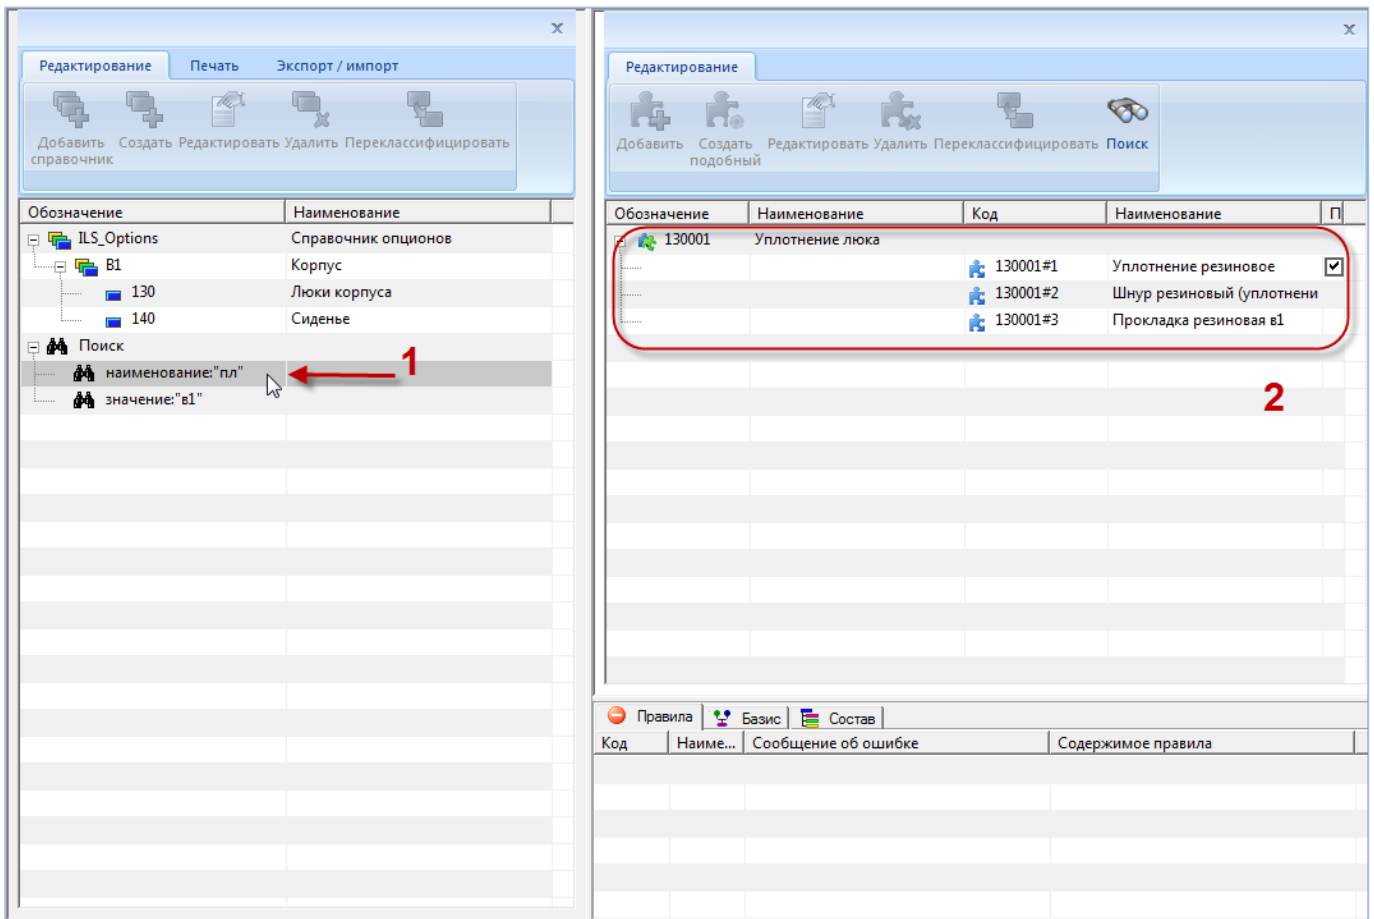

Рис. 13-27 – Результаты поиска опционов
- 8) Если при выполнении поиска нажать в окне «Поиск опционов» кнопку «Найти» вместо «Найти далее», то окно поиска закроется, в разделе «Поиск» в левой части окна редактора опционов отобразится заданный критерий поиска. При его выделении все найденные опционы будут отображены в правом окне редактора (2 на рис. 13-27).